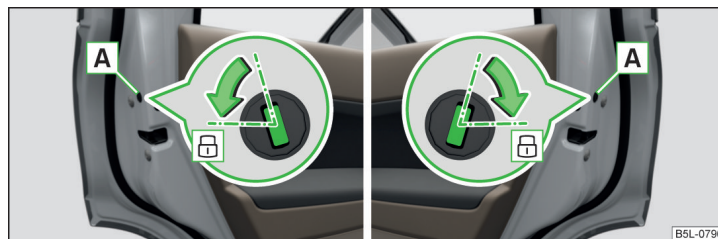

Fig. 188 Verrouillage de secours Portière arrière droite
- Démontez le cache **A** » fig. 188.